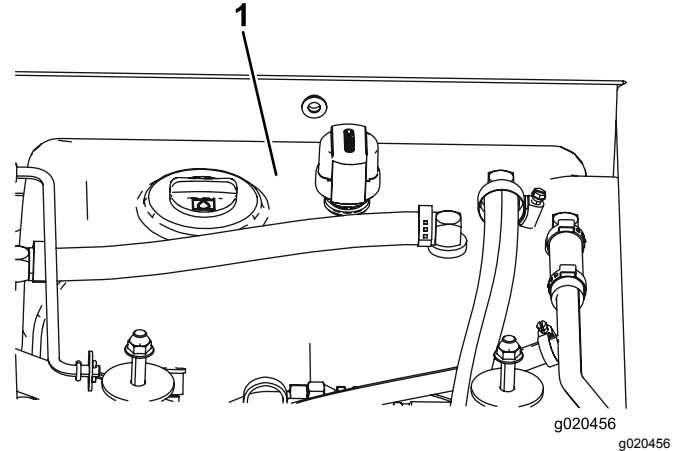

Figura 100
4. Llene el depósito (Figura 100) con fluido hidráulico; consulte Comprobación del fluido hidráulico (página 74).